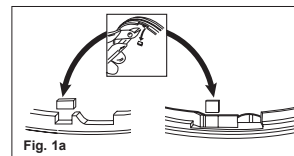
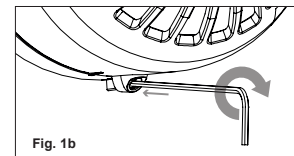

Fig. 1a
Fig. 1b
W razie potrzeby mechanizm blokujący głośnik na podstawie można uruchomić, usuwając cienką warstwę folii pokazaną na Rys. 1a za pomocą szczyplika lub podobnego narzędzia. Aby otworzyć zablokowaną głowicę, należy usunąć małe, białe zamknięcie z otworu bocznego głośnika i za pomocą narzędzia umieszczanego w otworze nacisnąć zatrzask jednocześnie przekręcając głowicę. Pięścić, „O” i zamknięcie muszą zostać założone ponownie, aby zapewnić zabezpieczenie przed warunkami pogodowymi.
b) Isolera enheten från elnätet innan locket avlägsnas. Endast personal med lämplig kompetens får ha tillgång till enheten för att utföra ton- eller volymjusteringar. **VARNING:** enheten innehåller inga delar att underhållas av användaren. Om så behövs, kan mekanismen för att låsa summern vid basen aktiveras genom att avlägsna den tunna plastbiten, såsom visas i Fig. 1a, med en sidavbått eller liknande. För att öppna ett låst huvud, avlägsna den lilla vita proppen från hålet på sidan av summern, för in ett verktyg i hålet och tryck ned klämman medan huvudet vrids. O-ringen och proppen måste såväl tillåtas för att bibehålla väderskyddet. En alternativt låsmetod visas i Fig. 1b. Driv den sexkantiga låsskruv från framåt genom att vrida en 1.5 mm insexnyckel med motsatt tillståndet i huvudet är låst.
Om nødvendigt kan mekanismen for aflåsning af lyd alarmen til underlagt aktiveres ved at fjerne det tynde plastik låg, som vist på fig. 1a; dette kan gøres med sideskærere eller et lignende værktøj. For at åbne et låst hoved, fjern den lille hvide spundstap fra hullet på lyd alarmens side, og sæt et værktøj ind i hullet og tryk klæmmen ned mens hovedet drejes. O-ringen og spundstappen skal genmonteres for at bevare vejrtætheden.
En alternativt låsmetode er vist i Fig. 1b. Før den sekskantede låsskrue fremad ved at dreje en 1.5mm sekskantet indstiksnøgle med uret, indtil hovedet er låst fast. Tilslut apparatet til en strømforstyrrelse på 110V eller 230V AC, som mærket på klæmmerne. Hver forbindelse er udstyret med to klæmmes, således at kablerne kan føres ind og ud.
If required, the mechanism for locking the beacon to the base can be activated by removing the thin section of plastic shown in Fig. 1a with side cutters or a similar tool. To open a locked head, remove the small rubber bung from the hole on the side of the sounder, insert a tool into the hole and depress the clip whilst twisting the head. The O-ring and bung must be re-fitted to maintain the weatherproofing.
An alternative locking method is shown in Fig. 1b. Drive the hexagonal locking screw forward by turning a 1.5mm hexagonal key clockwise until the head is locked.
Um den Signalgeber im Sockel zu arretieren, ist das Sicherungssplättchen im Gehäuse zu entfernen. Dies kann vorsichtig mit einem Seitenschneider oder ähnlichem Werkzeug, wie in der Abb. 1a dargestellt, herausgelöst werden. Um einen arretierten Signalgeberkopf aus dem Sockel zu entnehmen, ist zunächst die weiße Schutzkappe am Kopf herauszuziehen und durch die Öffnung, mit einem schmalen Schraubendreher, den innen liegenden Verschlussbügel aus der Arretierungsposition zu drücken. Um die Schutzkappe zu erhalten, ist die Schutzkappe und der O-Ring wieder einzusetzen.
Abb. 1b zeigt eine alternative Verriegelungsmethode. Ziehen Sie die Innensechskant-Feststellschraube durch Drehen eines 1.5 mm Sechskantschlüssels im Uhrzeigersinn fest.
- Pour activer le verrouillage du flash sur sa base, il faut enlever la fine plaque de plastique comme indiqué sur le dessin 1a avec un outil. Pour déverrouiller la base, enlever l'insert blanc situé sur le côté, insérer un outil dans le trou pour appuyer sur le verrou tout en faisant pivoter le flash. Le joint torique et l'insert doivent être remplacés pour maintenir l'étanchéité. Une autre méthode de blocage est indiquée à la figure 1b. Enfiler la vis de blocage hexagonale en utilisant une clé hexagonale de 1.5 mm, et en la faisant tourner dans le sens des aiguilles d'une montre jusqu'à ce que la tête soit bloquée.
- aangegeven in Fig. 1a. Om een vergrendelde kap te openen: verwijder de kleine witte stop uit het gat aan de zijkant van het alarm, steek een schroevendraaier o.i.d. in het gat en druk het lipje in terwijl u de kop draait. De o-ring en de stop moeten worden teruggeplaatst om de waterdichtheid te behouden.
- In Fig. 1b wordt een alternatieve vergrendelingsmethode getoond. Draai de zeskantborgschroef met een 1.5 mm zeskantsleutel naar rechts tot de kop is vergrendeld.
- Active el mecanismo de seguridad si esto fuera necesario, para evitar que la luz pueda ser desconectada de la base. Para hacer esto, corte el cacho de plástico que le mostramos en la Fig. 1a. Una sirena que haya sido bloqueada, solo se puede desbloquear quitando el pequeño tapón situado en el lateral e insertando una pequeña varilla para presionar el mecanismo de bloqueo. Debemos asegurar que la arandela y el tapón están colocados para asegurar la resistencia a intemperie.
- La Fig. 1b muestra un método de sujeción alternativo. Mueva el tornillo de sujeción hexagonal hacia delante girando la llave hexagonal de 1.5 mm en sentido horario hasta que la cabeza quede fijada.
- Se necessário, o mecanismo para fixar o sensor à base pode ser activado removendo a fina película de plástico ilustrada na Fig. 1a com um alicate de corte ou uma ferramenta semelhante. Para abrir uma cabeça bloqueada, retire o pequeno tampão branco do orifício existente na parte lateral do sensor, insira uma ferramenta no orifício e carregue na mola enquanto roda a cabeça. O O-ring e o tampão devem ser reinstalados no intuito de manter a estanqueidade às intempéries.
- Na Fig. 1b é apresentado um método de bloqueio alternativo. Avance o parafuso de bloqueio hexagonal ao rodar uma chave hexagonal de 1.5 mm no sentido dos ponteiros do relógio até ao bloqueio da cabeça.